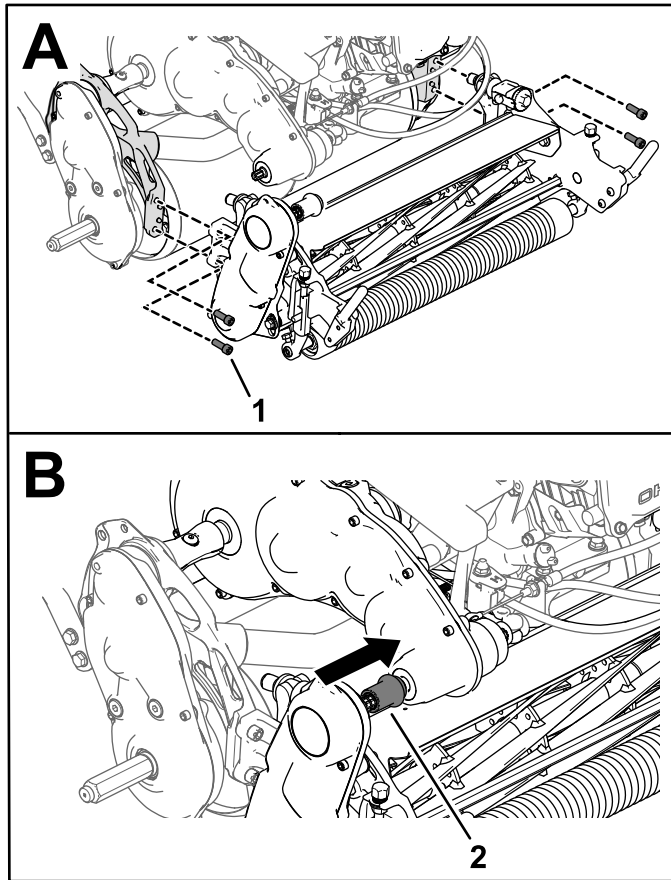

Figure 47
3. Fixez l'unité de coupe au cadre à l'aide de 4 vis à tête à creuse (Figure 47).
4. Glissez le coupleur d'entraînement de l'unité de coupe sur l'arbre d'entraînement de la transmission (Figure 47).